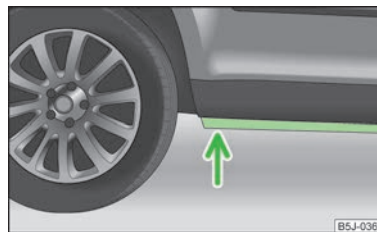

Fig. 114
- Înainte de traversarea zonei inundate, stabiliți adâncimea apei. Nivelul apei nu are voie să depășească nervura lonjeronului inferior » fig. 114;